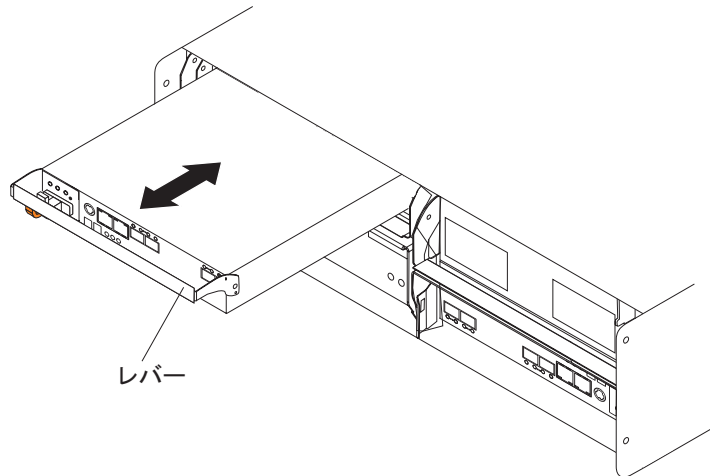

図 75. DS3950 からのコントローラーの取り外し
9. シャーシからレバーをゆっくりと手前に引いて、コントローラーをベイから取り外します。コントローラー・レバーを解放する際には両手を使用してください。144 ページの図 75 に、ストレージ・サブシステム・シャーシからスライドするコントローラーを示します。